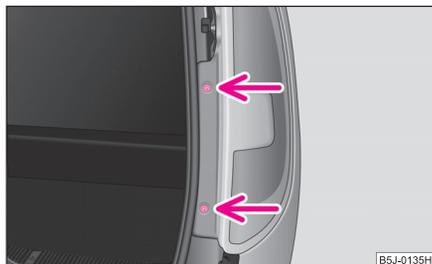

Abb. 191 Heckleuchteinheit ausbauen
- Schrauben Sie die Heckleuchteinheit ab ⇒ Abb. 191.
- Schrauben Sie die Heckleuchteneinheit fest ⇒ Seite 218, Abb. 191.